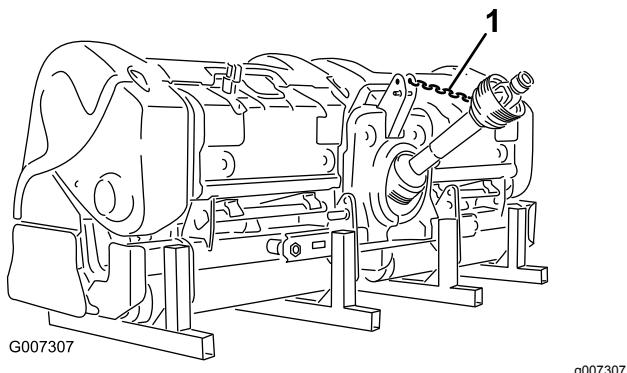

Figura 45
12. Conecte el enganche de la TDF al protector de la TDF para evitar que el árbol de la TDF toque el suelo (Figura 45).